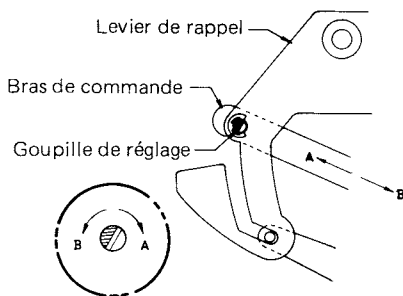

Fig. 3.
2. Pour procéder au réglage de la position de retour automatique, tourner la goupille excentrique du levier de rappel (Fig. 3).